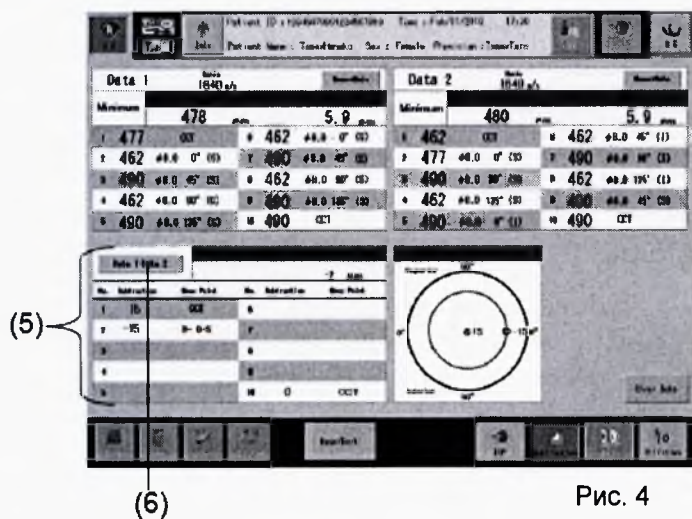

Рис. 4
- 4) Коснитесь кнопки "Окно направления луча 2" (4), чтобы открыть меню. Выберите направление луча. Это помогает указать точку, представляющую интерес, на глазном яблоке (Рис. 4).